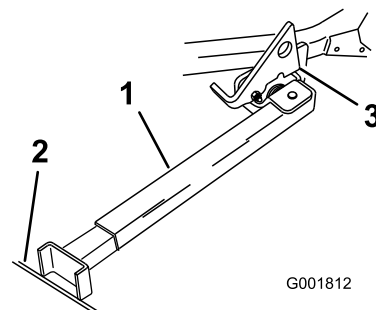

Figura 27
3. Alzate il dispositivo di chiusura. Portate il piede del supporto sul davanti e spostate il supporto verso la macchina, nell'intaglio inferiore (Figura 26e Figura 27).
4. Mettete a terra il piede del supporto ed appoggiate il dispositivo di chiusura sull'aletta orientabile (Figura 27).
- Nota:** Per ottenere risultati ottimali, appoggiate il piede del supporto nelle fessure del marciapiede o nel tappeto erboso (Figura 27).
6. Guidate sul supporto. Fermatevi quando il dispositivo di chiusura cade sull'aletta e si chiude (Figura 27). Una volta sul supporto, innestate il freno di stazionamento e spegnete il motore.